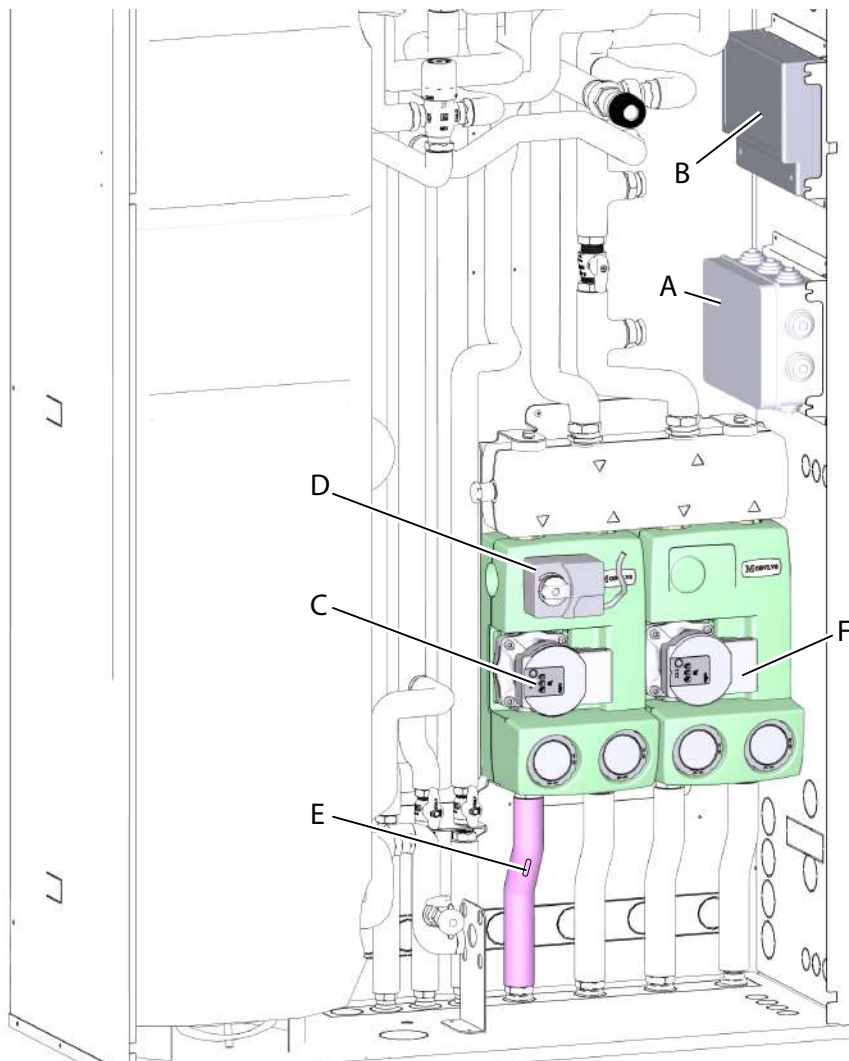

fig. 89 -
**V3M** Valvola 3 vie zona miscelata (part. D "fig. 89 -" a pagina 40)
- Collegare il cavo (L-N-PE) della centralina gestione zone (part. B "fig. 89 -") ai morsetti L-N-PE della scatola connessione elettrica (part. A "fig. 89 -").
- Collegare il cavo "PZM / PZD" ai relativi morsetti della scatola connessione elettrica (part. A "fig. 89 -").
- Collegare il cavo "H-C" ai relativi morsetti della scatola connessione elettrica (part. A "fig. 89 -").
- Montare la sonda zona miscelata "SM" nel pozzetto (part. E "fig. 89 -")
- Collegare il cavo della valvola a tre vie (part. D "fig. 89 -") ai morsetti 9-10-11 della centralina gestione zone (part. B "fig. 89 -").
- Collegare il cavo di alimentazione del circolatore zona miscelata (part. C "fig. 89 -") ai relativi morsetti della scatola connessione elettrica (part. A "fig. 89 -").
- Collegare il cavo di alimentazione del circolatore zona diretta (part. F "fig. 89 -") ai relativi morsetti della scatola connessione elettrica (part. A "fig. 89 -").